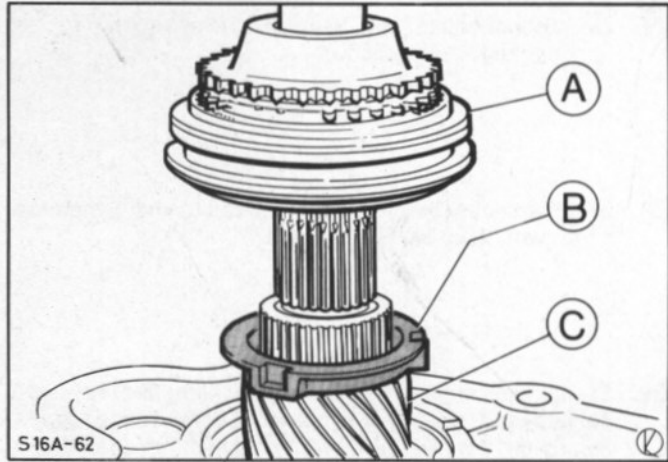

Abb.131 5. Gang-Zahnrad aufschieben
33. 5. Gang-Zahnrad mit Schrägverzahnung zum Lager hin aufschieben, Halter-Synchronriegel und Synchronvorrichtung montieren, Abb.131.